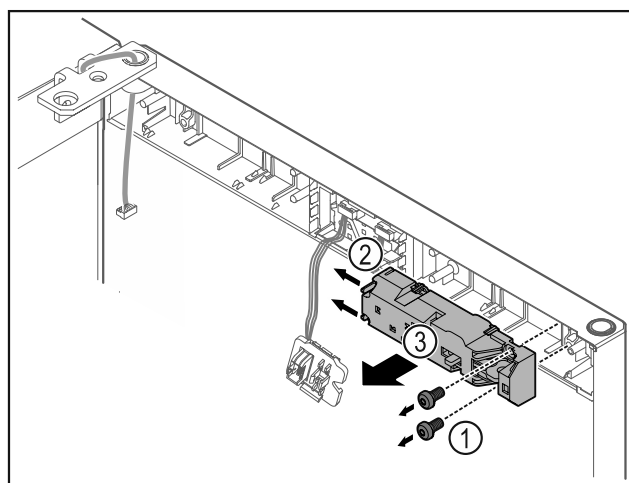

Fig. 23
- Odstraňte šrouby Fig. 23 (1).
- Nosy zářezky Fig. 23 (2) stlačte na stranu a sejměte dálkový zámek Fig. 23 (3).